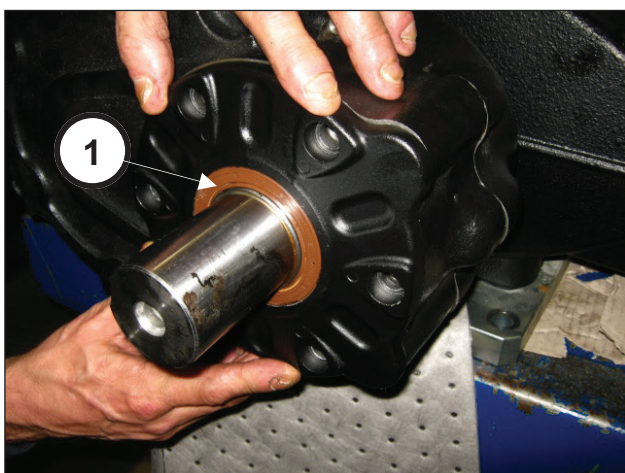

图 81
为避免损坏油封，在将油封插入链轮（位置①，图 81）中时，请格外小心注意。